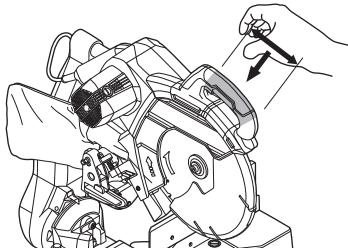

图1
44. 操作时请确保牢牢握住工具。否则可能导致事故或受伤。（图1）